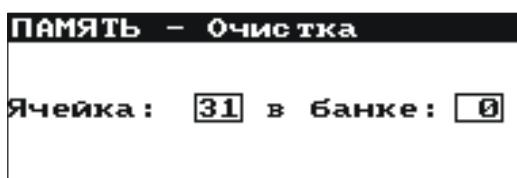

Рис.11. Очистка ячейки памяти: 0 – номер банка, 31 – номер ячейки, 0 – банк с минимум одной занятой ячейкой, 31 – ячейка занята
- клавишами \uparrow и \downarrow выбрать номер банка, а клавишами \leftarrow и \rightarrow номер ячейки, которую хотим очистить (Рис.11)